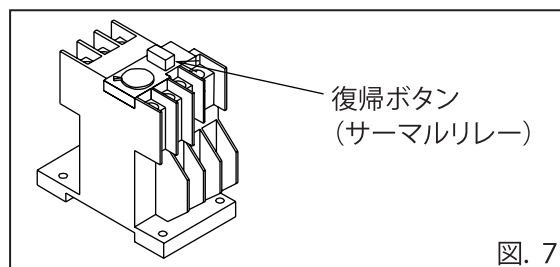

図. 7
・機械使用時の過負荷 (図. 7 参照)
- ・ ベルト張り直し・交換手順(図. 7 参照)